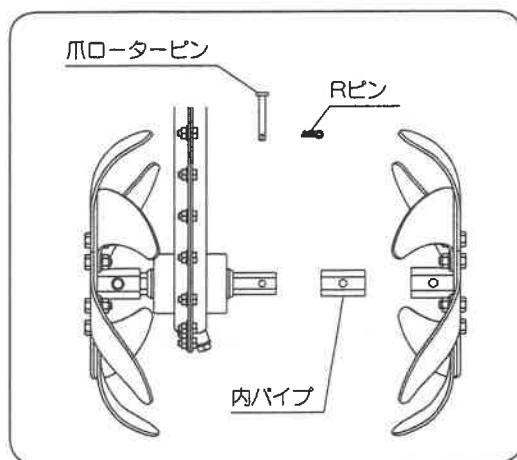

図8
- ①耕うん機は伝達効率の良い6角軸ですから作業機の取付け、取り外しが楽です。6角寸法は対辺18mmとなっております。ローターの取付けは、図8の様に組付けてください。